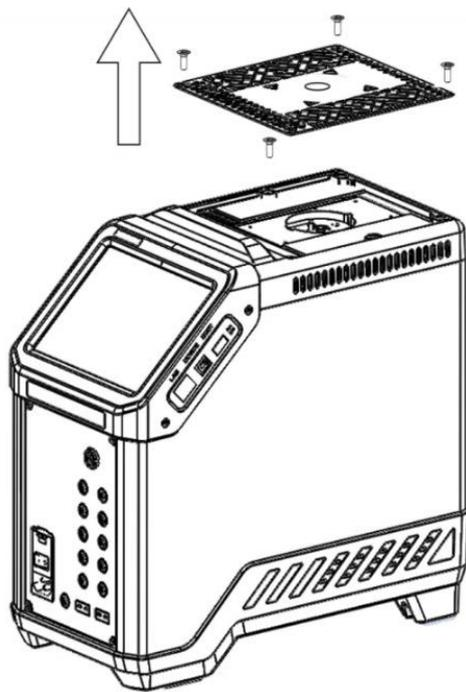
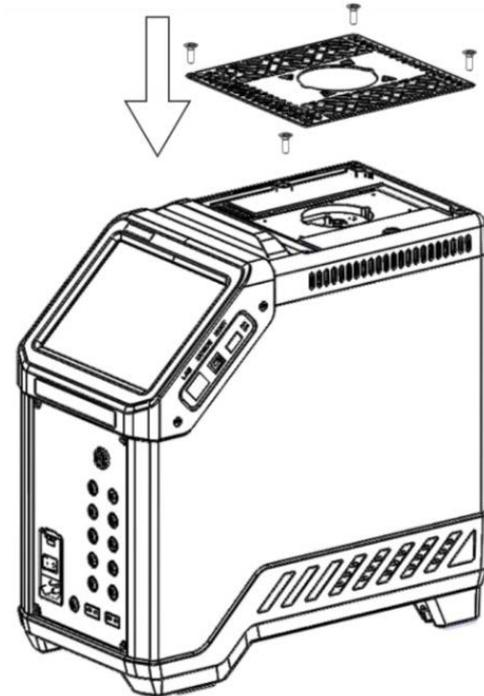

图 8 拆卸原防护板
图 9 更换套件内防护板
- 1) 将干体炉原有的防护板更换为套件中的防护板，见图 8、图 9；